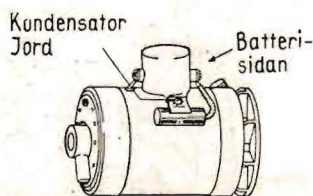

Fig. 4. Störningsskydd anbringas på generatorns batterisida.
- 3) avstörning av generatorn genom en kondensator på  $0,5 \mu\text{F}$ , som kopplas på generatorns batterisida mellan den strömförande ledningen och jord (jfr fig. 4),